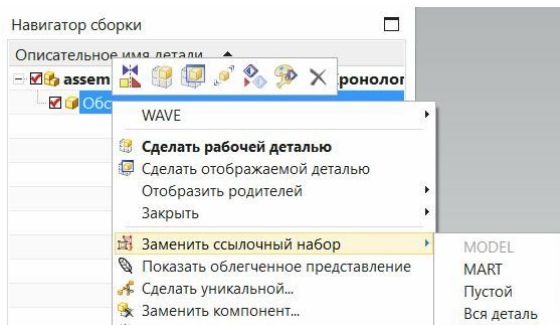
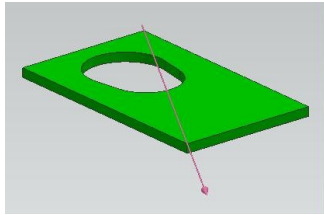

рис.36
Рис.37
- А когда вы включите эту деталь в сборку, вы **не увидите** там вспомогательной оси! Чтобы её увидеть, в НСб поставьте курсор на строку включенной детали, КМ. и команда «**Заменить ссылочный набор**». При этом систем перечислит возможные для этой детали ссылочные наборы (рис.36). Тусклое имя *MODEL* говорит о том, что сейчас используется набор, который показывает только твердое тело модели. А вы замените имя ссылочного набора на **Mart**, и увидите в изображении своей детали и вспомогательную ось (рис.37, 38).